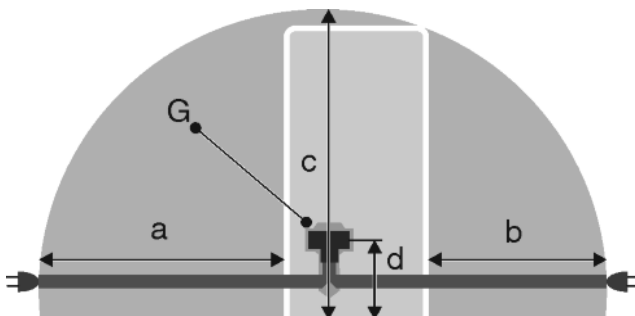

Fig. 20
- Gniazdo znajduje się poza tylną częścią urządzenia w podanym obszarze Fig. 20 (a, b, c).
- ▶ Wtyczkę urządzenia Fig. 20 (G) podłączyć z tyłu urządzenia. Zwrócić uwagę na prawidłowe zazębienie.